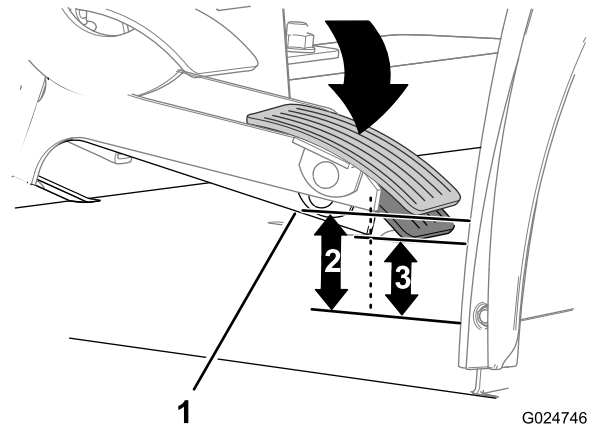

Figura 88
1. Com o pedal do acelerador para cima, meça a distância entre o canto inferior traseiro do braço do pedal e o chão (Figura 88).
2. Mova suavemente o pedal do acelerador para baixo até que a folga entre o pedal do acelerador e o cabo do acelerador desapareça (Figura 88).
3. Mantendo o pedal na posição para remover a folga, meça a distância entre o canto inferior traseiro do braço do pedal e o chão (Figura 88).